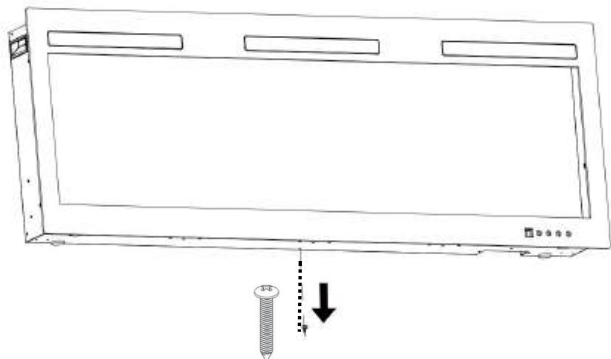

Fig 4-1
A. Verwijder de zilveren schroef aan de onderkant van het apparaat. (**Afb. 4-1**). Leg de schroef opzij.
- Using the wire connectors, connect the green ground wires (G), the common white wires (N) together, then the hot black wires (L), (zie FIG.C)
- Re-install the cover plate using the three screws, as shown in FIG.4-1.